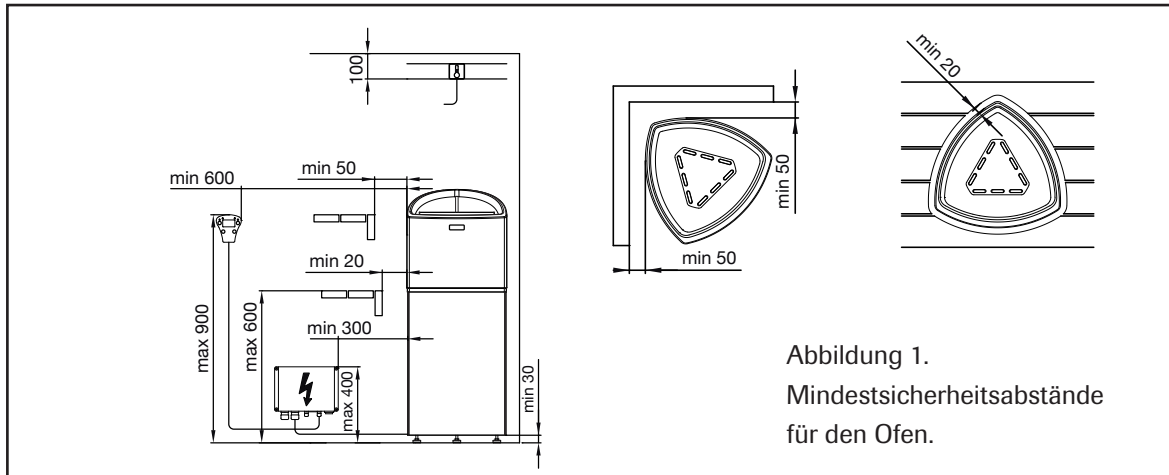

Abbildung 1.
\*\*) Siehe Abbildung 1
- Installieren die Steuergerät, wie in Abbildung 1 und 2 gezeigt.
- Montieren Sie den Fühler an der Wand oberhalb Ihres Elektro-Saunaofens, 100 mm unterhalb der Decke (s. Abb. 1).
- In der Sauna sind die maximale Anbringungshöhe der Steuereinheit 90 cm und der Mindestabstand zum Saunaofen 60 cm (siehe Abb. 1).